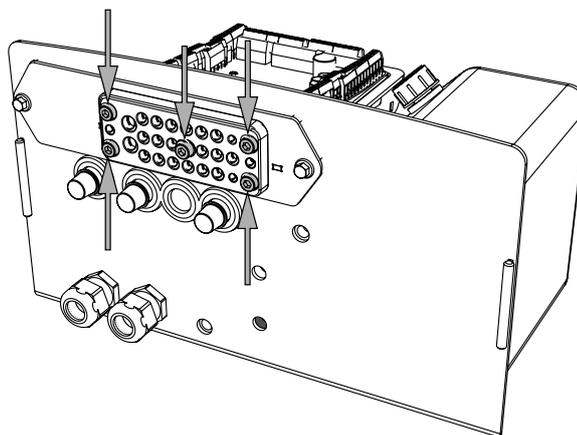

Abbildung 74. Die fünf Schrauben der Kabeldurchführung
1. Die fünf Schrauben der Kabeldurchführung lösen, siehe Abbildung 74. Danach können die Kabel in der Kabeldurchführung angebracht bzw. aus ihr herausgenommen oder justiert werden. Kabel sind zusammen mit der vorhandenen Verkabelung mit Kabelbindern zu montieren.
1. Wenn sich alle Kabel am richtigen Platz in der Kabeldurchführung befinden, sind die fünf Schrauben wieder anzuziehen, siehe Abbildung 74. Anzugsmoment: 5 Nm.